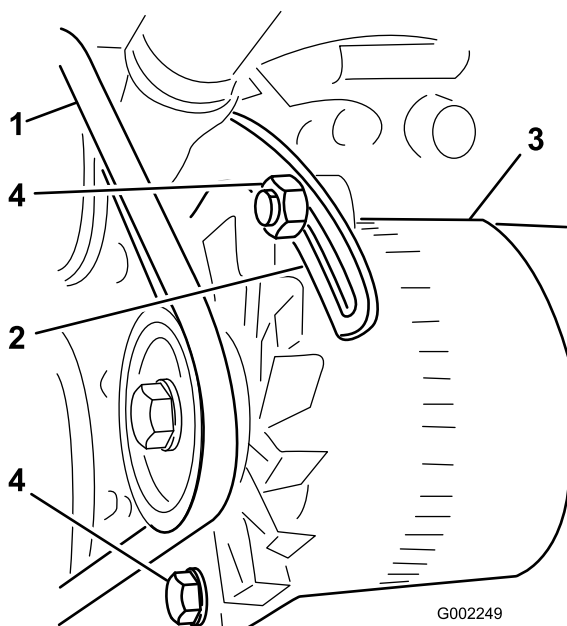

Figura 55
3. Allentate i bulloni che tengono fissata la ghiera al motore e il bullone che tiene fissato l'alternatore alla ghiera (Figura 55).